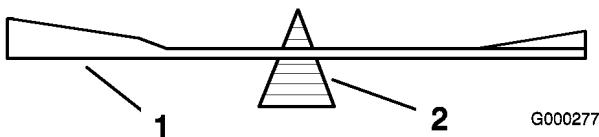
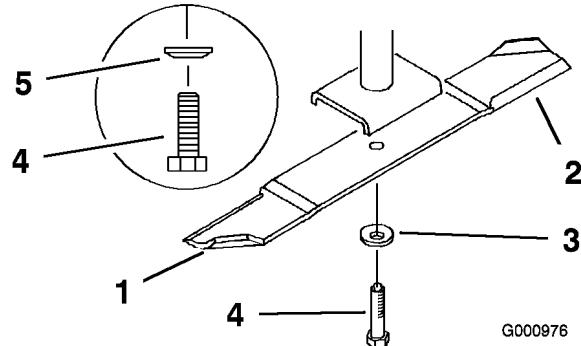

Figure 78
Figure 79
2. Retirez le boulon, la rondelle élastique et la lame de l'axe (Figure 79).
2. Vérifiez l'équilibre de la lame en la plaçant sur un équilibrage (Figure 78). Si la lame reste horizontale, elle est équilibrée et peut être utilisée. Si la lame est déséquilibrée, limez un peu l'extrémité de la partie incurvée seulement (Figure 79). Répétez la procédure jusqu'à ce que la lame soit équilibrée.
1. Placez la lame sur l'axe (Figure 79).
2. Installez la rondelle élastique et le boulon de la lame. Le cône de la rondelle élastique doit être dirigé vers la tête du boulon (Figure 79). Serrez le boulon à 115-150 Nm.